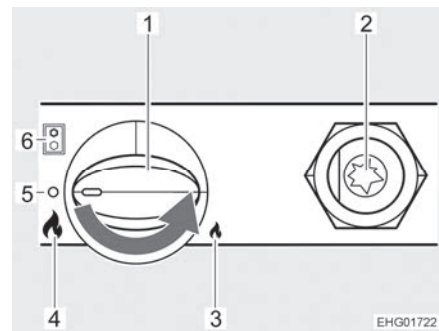

Bild 129 Bedien- und Anzeigenelemente (Basisfahrzeug VW)
- Drehregler (Bild 127,4 bzw. Bild 129,1) drücken und in Stellung "größte Flamme" (Bild 127,6 bzw. Bild 129,4) drehen.
- Drehregler gedrückt halten und Taste für elektronische Zündung (Bild 127,3 bzw. Bild 129,2) drücken.
- Drehregler in gewünschte Stellung zwischen "kleinste Flamme" (Bild 127,5 bzw. Bild 129,3) und "größte Flamme" (Bild 127,6 bzw. Bild 129,4) drehen.
- Drehregler (Bild 127,4 bzw. Bild 129,1) auf 0-Stellung (Bild 127,2 bzw. Bild 129,5) drehen.